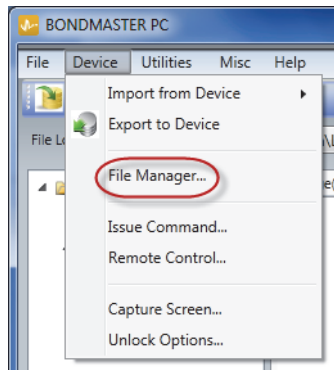

Figura 7-16 Comando File Manager
- ◆ No menu **Device** do BondMaster PC, selecione **File Manager** (veja Figura 7-16 na página 209).